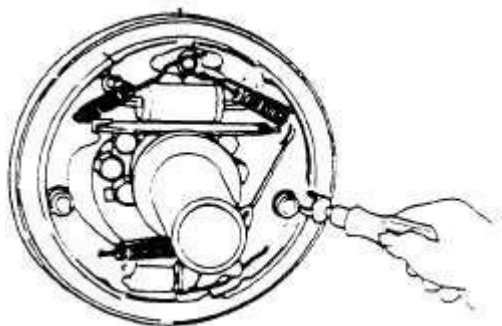

Рис. 9-17
(1) Нужно снять стопорный штифт, регулировочный рычаг, устройство регулирования и пружину вторичной тормозной колодки (Рис. 9-17).